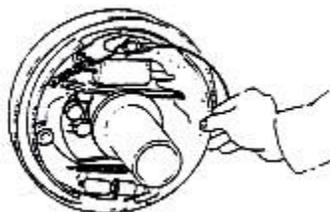

Рисунок 2-14
- (4) Снимите основную и вспомогательную тормозные колодки. Также демонтируйте регулирующее устройство и связанную с ним пружину. См. рисунок 2-14.